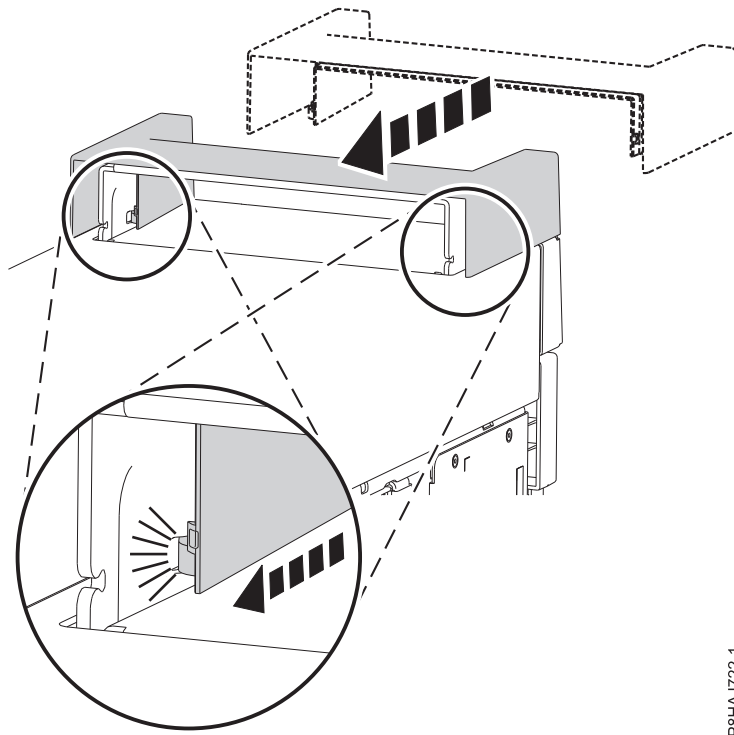

図 19. 8286-41A スタンドアロン・システムへのハンドル・カバーの固定
1. ハンドル・カバーを、システムの後部方向へスライドさせて内部 RDX ドッキング・ステーション (FC EUA3) に固定します。図 19 を参照してください。